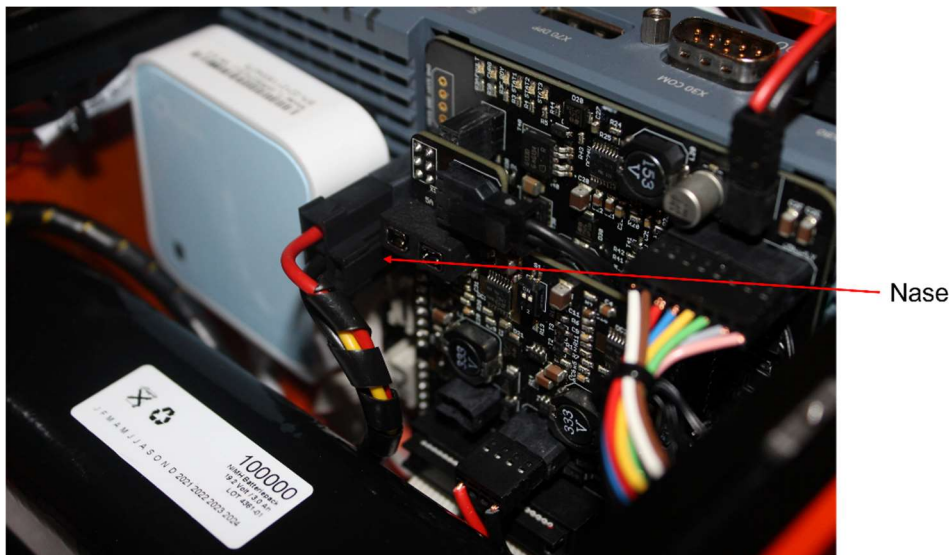

Abbildung 8.1: Foto vom Akkustecker im System
- Drücken Sie die Nase des Steckers (vgl. Abbildung 8.1) mit einem Finger ein und ziehen Sie den Stecker von der Platine ab. Halten Sie hierbei den Platinenstapel im IOT2050, indem Sie leichten Druck am Sicherungsträger ausüben.